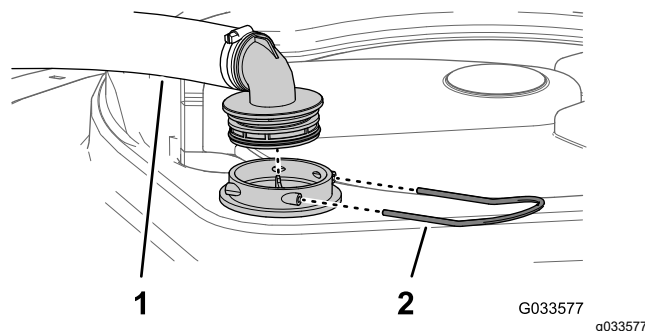

Bild 94
3. Nehmen Sie den Schlauch und das Schlauchanschlussstück vom Filtergehäuse ab (Bild 94).
2. Nehmen Sie oben am Sprühbehälter den Halter ab, mit dem das Schlauchanschlussstück befestigt ist, das am dicken Schlauch und dem Filtergehäuse angeschlossen ist (Bild 94).